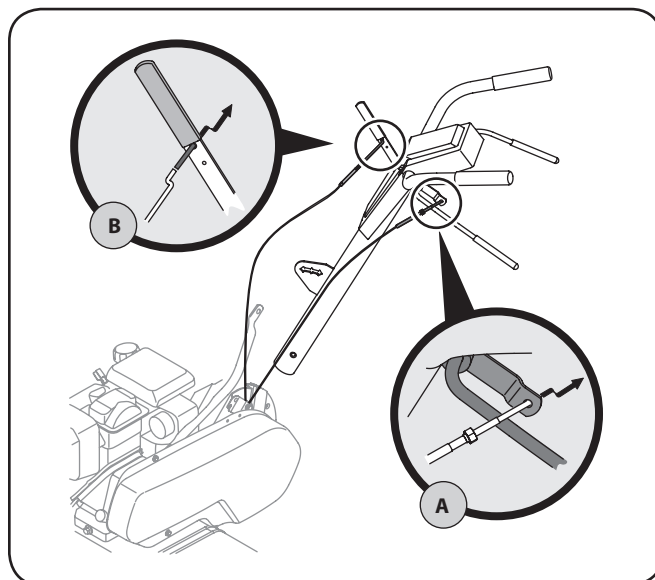

Figura 3-2
2. Enganche el extremo "Z" del cable del embrague de marcha directa (A) en la palanca de enganche de los dientes de marcha directa. Consulte la Figura 3-2.
3. Enganche el extremo "Z" del cable del embrague de marcha atrás (B) en la palanca de enganche de los dientes marcha atrás. Consulte la Figura 3-2.